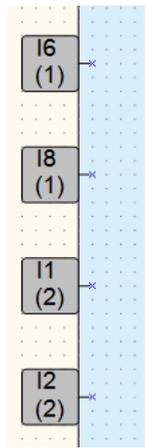

Рисунок 7.3 – Настройка входов ПРМ
После добавления модуля на холсте появятся дополнительные входы I1... I8 и выходы Q1... Q8. В скобках указывается номер позиции установленного модуля. Для примера на рисунок 7.3 входы I6(1)... I8(1) относятся к модулю, установленному в первой позиции, входы I1(2) и I2(2) относятся к модулю, установленному во второй позиции.